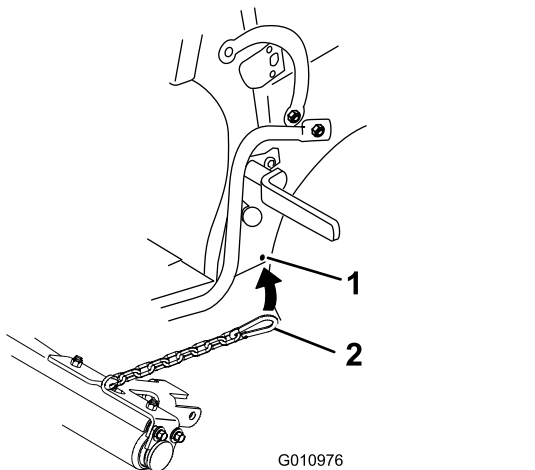

Figura 7
- Introduzca a presión el extremo de las cadenas en el taladro de la pletina delantera inferior de la plataforma. Haga lo mismo en el otro lado (Figura 7).